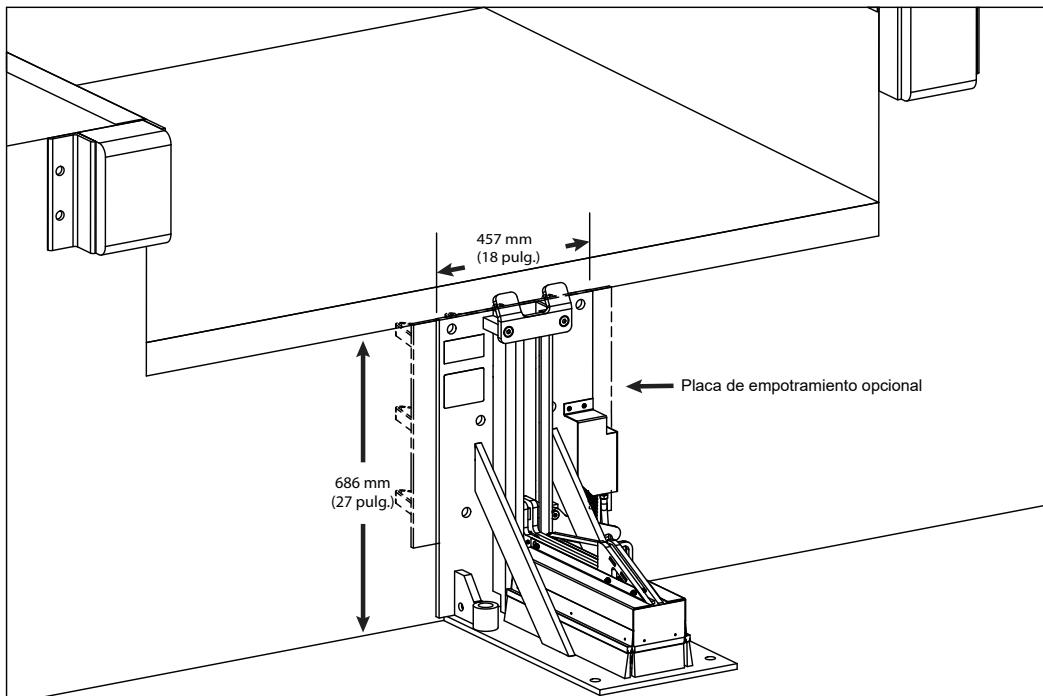

Figura 7
Si hay una placa de empotramiento opcional, suelde tres lados de la placa trasera del PowerStop a la placa de montaje empotrado con diez (10) soldaduras de filete de 6.4 mm (1/4 pulg.) de 102 mm (4 pulg.). Consulte la Figura 7.